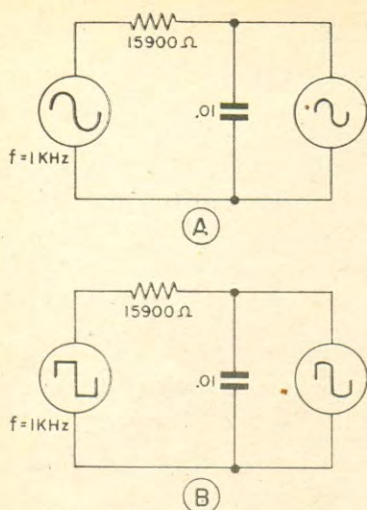

Figura 63
fundamental e assim nada há que "retirar" da mesma de modo a mudar a sua forma. Ao contrário, se a forma de onda não for senoidal — quadrada, por exemplo — o despretencioso circuito RC mudará totalmente a forma original. Vejamos a figura 63, onde temos em (A) um circuito RC com um gerador de onda senoidal na entrada e em (B) o mesmo circuito tendo na entrada um gerador de onda quadrada. Suponhamos que as frequências sejam ambas de 1.000 Hz. A reatância do condensador de $0,01 \mu F$ a 1.000 Hz será: